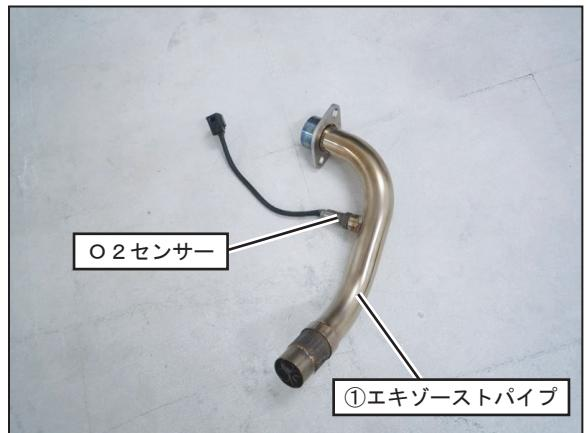

FIG. 6
6. 純正マフラーからO2センサーを取り外し、①エキゾーストパイプのセンサーボスに規定トルクで締め付けて下さい。 (FIG. 6参照)